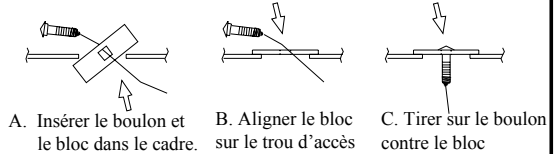

Figure 3
6. À l'aide d'un fil de tirage, introduire les boulons de carrosserie et les blocs 1/4 x 1 x 2 dans les trous d'accès puis tirer sur le fil en sens inverse pour obtenir la position indiquée à la figure 3.